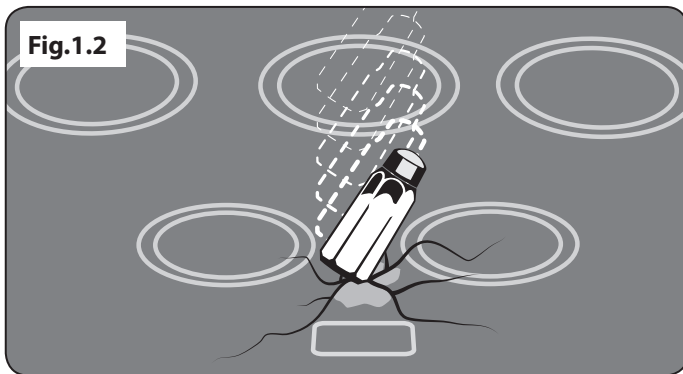

Fig.1.2
- Ne déposez pas d'objets lourds sur la table de cuisson. Même si la surface en vitrocéramique est très résistante, un impact violent ou la chute accidentelle d'un objet sur la surface risque de la fissurer (**Fig.1.2**).